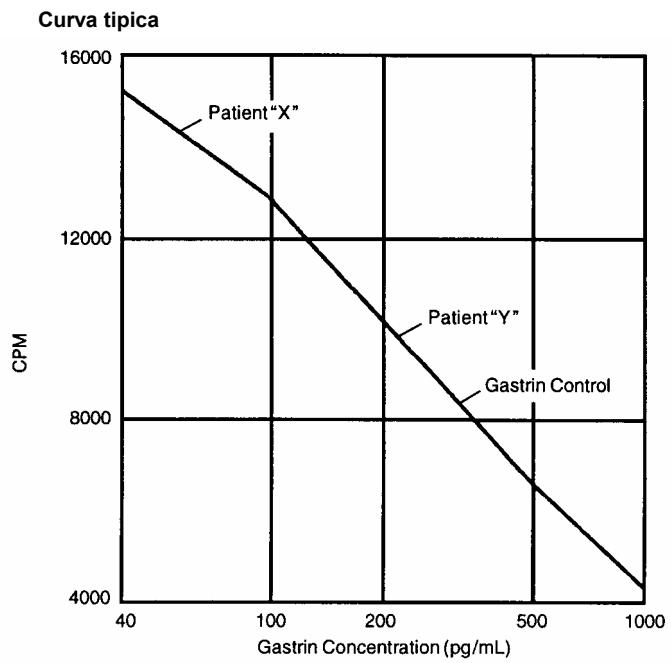

FIGURA 1
- 10.3** Tracciare la miglior curva di interpolazione. Fare riferimento alla FIGURA 1 e alla TABELLA III per una curva di calibrazione e per i dati tipici.